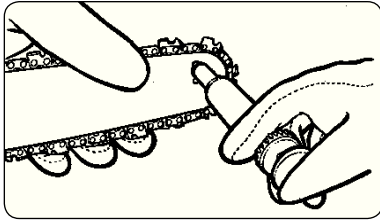

Рис. 23
3. Используйте шприц для смазки (не входит в комплектацию, следует приобрести дополнительно): Поставьте иглообразную дюзу в отверстие для смазки и вводите смазку до тех пор, пока она не появится на внешней кромке цепного зубчатого колеса шины (Рис. 23).